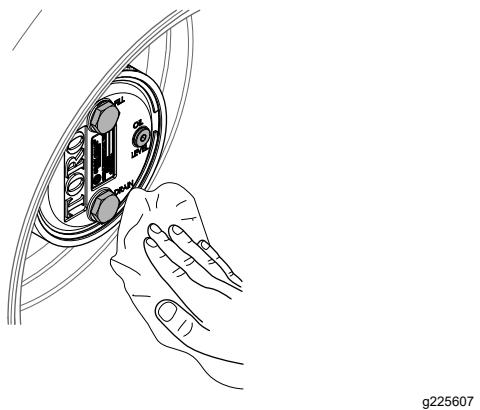

図 77
3. プラネタリハウジングとブレーキハウジングをきれいに拭く**図 77**。